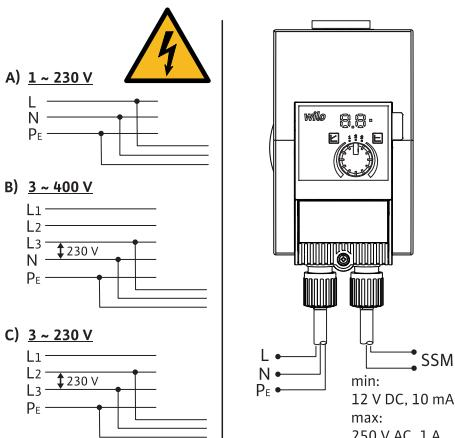

Fig. 3: Pieslēgšanas iespējas
- Pievienot tikai 230 V zemsprieguma elektrotīkiem. Pieslēdzot IT (isolé Terre) tīkliem, obligāti pārliecinieties, ka spriegums starp fāzēm (L1-L2, L2-L3, L3-L1 → Fig. 3) nepārsniedz 230 V. Kļūdas (zemesslēguma) gadījumā spriegums starp fāzēm un PE nedrīkst pārsniegt 230 V.